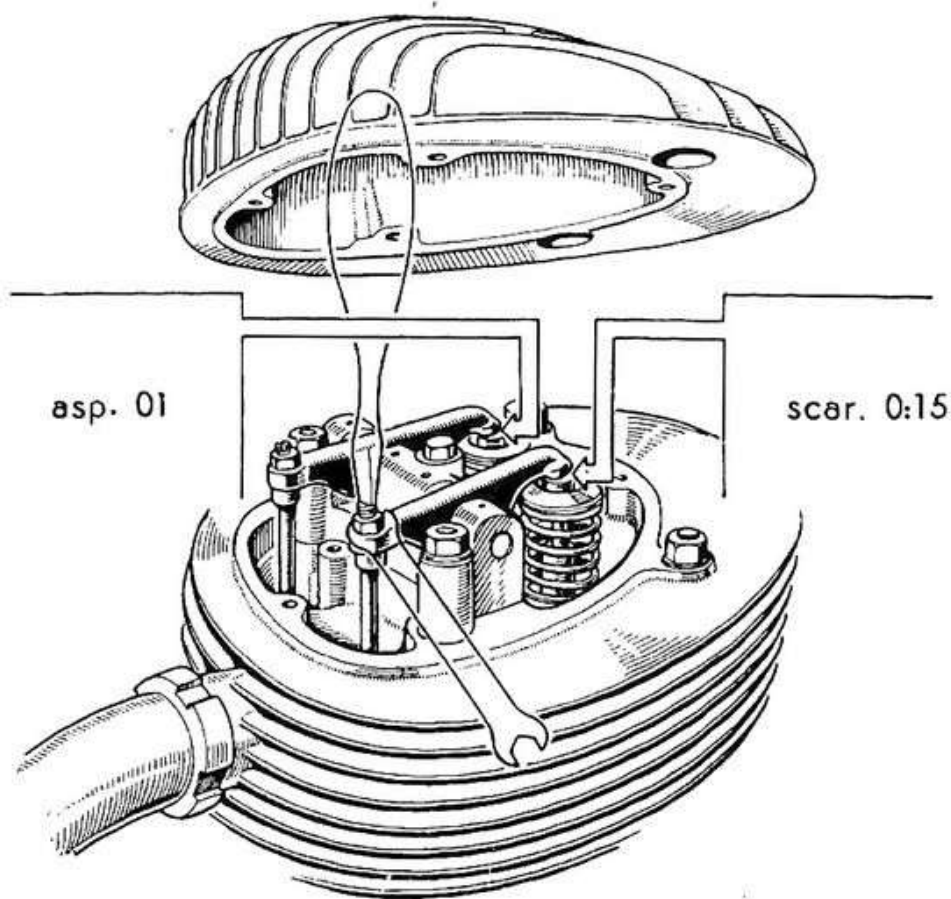

Fig. 10
2. Registrare il gioco tra bilancieri e valvole (vedi fig. 10).